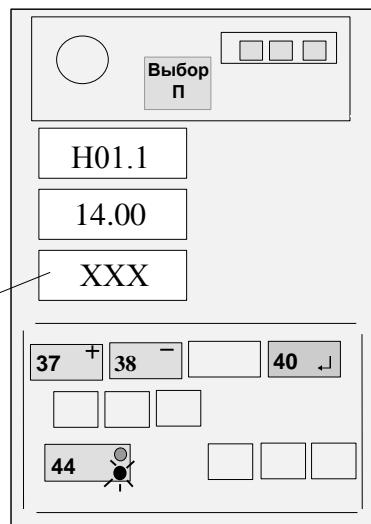

Рисунок 16
Нажимая кнопку 44, набрать на верхнем ИЖЦ код "H01.1" (см. рисунок 16).
Нажать на время 1 с кнопку "↓" (40) и, проконтролировав короткий звуковой сигнал, отпустить кнопку (см. рисунок 16).